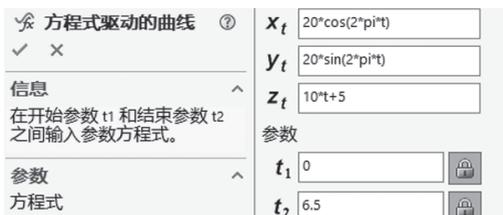

图5-18 设置螺旋曲线参数
(5) 所设置的“方程式驱动的曲线”属性管理器如图5-18所示。